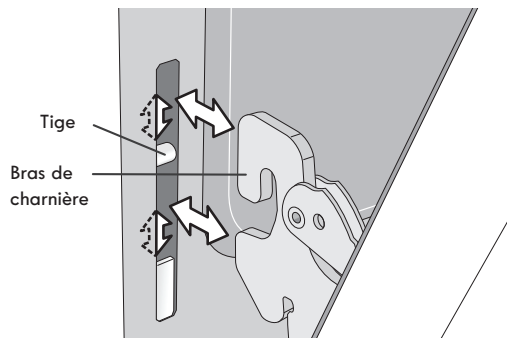

Figure 58 : Emplacement de l'axe de charnière
5. Lorsque la porte est à la position d'arrêt pour grill, soulevez les bras des charnières sur les tiges situées de chaque côté du cadre du four (Figure 58).
2. En tenant la porte dans le même angle que pour le retrait, posez le crochet du bras de charnière sur les tiges situées de chaque côté du cadre de la porte (Figure 58). Les crochets des bras de charnière doivent être bien assis sur les tiges.